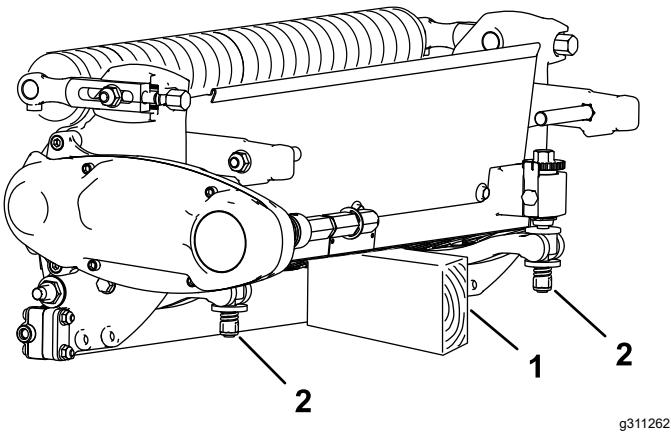

Figura 4
- Com a unidade de corte removida da máquina, coloque um apoio por baixo da traseira da unidade de corte para assegurar que as porcas nos parafusos de ajuste da extremidade traseira da barra de apoio não fiquem apoiadas sobre a superfície de trabalho (Figura 4).